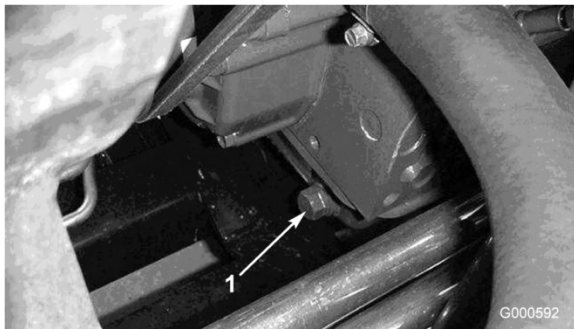

図 32
1. ドレン・プラグ（図 32）を外してオイルを容器に受ける。オイルが抜けたらドレン・プラグを取り付ける。